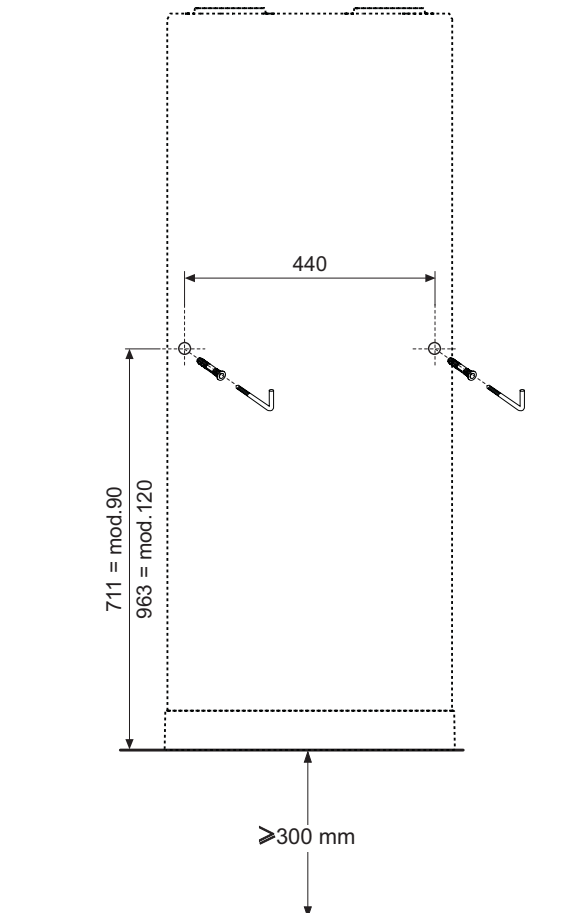

fig. 14 - Indicazione foratura
- Forare secondo le indicazioni di fig. 14.